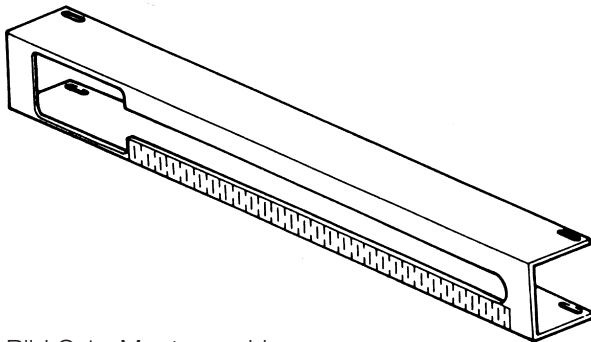

Bild C.1 : Montagesschiene
- b Sicherungsurte sind über die Führung an beiden Enden der Montagesschiene zu schieben (siehe Bild C.1).